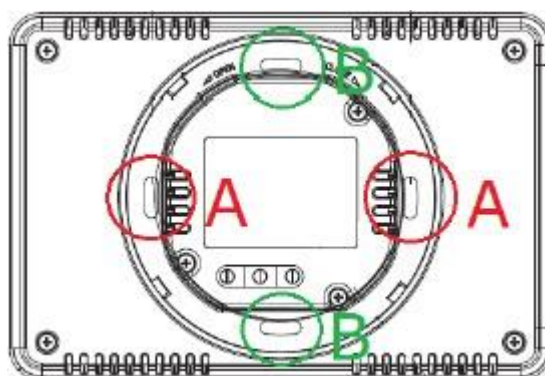

Abbildung 7: Montagelöcher (A) und (B)
4. Befestigen Sie die Rückseite an der Dose mithilfe der in Abbildung 7 markierten Löcher